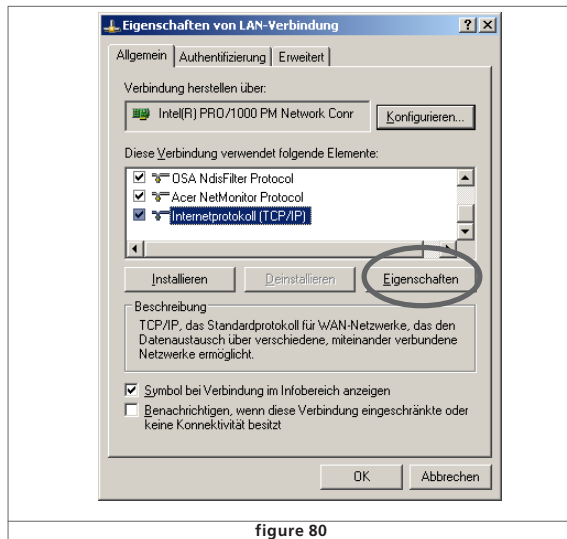

figure 80
- Double cliquer avec la souris sur votre connexion. La fenêtre de dialogue suivante va s'ouvrir (voir figure 80).